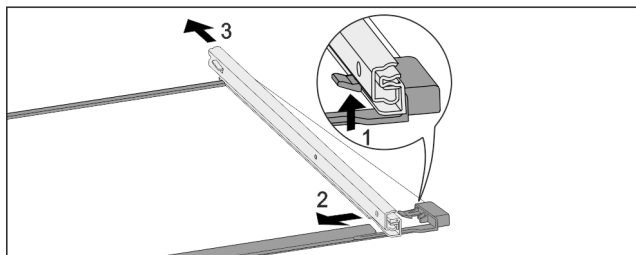

Fig. 157 Üveglap sínekkel
- ▶ Nyomja felfelé az előlő akasztókampót. Fig. 157 (1)
- ▶ Tolja ki oldalra Fig. 157 (2) és hátra Fig. 157 (3) a kihúzó-sínt.